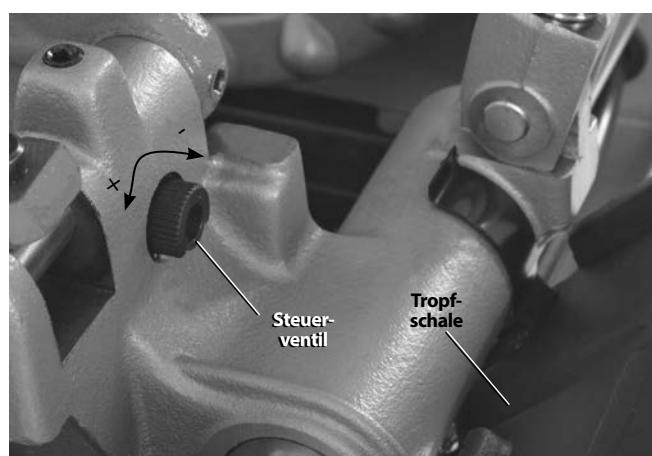

Abbildung 5 – Einstellen des Ölflusses
11. Überprüfen Sie den Pegel des RIDGID Gewindeschneidöls. Entfernen Sie die Späneauflaufschale und den Ölwanneinsatz; achten Sie darauf, dass die Filtersiebbaugruppe vollständig in Öl eingetaucht ist. Siehe Wartung des Ölsystems. Wenn die Maschine mit einer Tropfschale ausgestattet ist, achten Sie darauf, dass sie korrekt platziert ist, sodass das vom Schneidkopf tropfende Öl in die Späneauflaufschale geleitet wird (siehe Abbildung 5).
- Bewegen Sie den Schneidkopf in die Betriebsposition. Betätigen Sie den Fußschalter und lassen Sie ihn gedrückt. Überprüfen Sie, ob Öl durch den Schneidkopf fließt. Nehmen Sie den Fuß vom Fußschalter. Der Ölfluss kann mit dem Steuerventil am Schlitten reguliert werden (Abbildung 5). Bei Rotation im Uhrzeigersinn nimmt der Fluss ab, bei Rotation gegen den Uhrzeigersinn nimmt er zu. Nicht bei laufender Maschine einstellen.